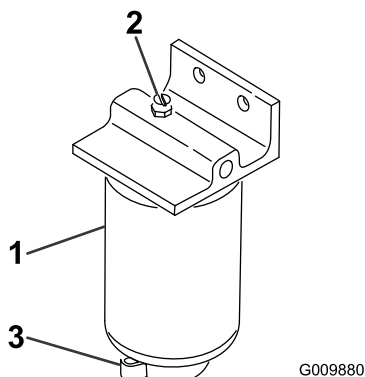

Figura 49
2. Liberte a válvula de escoamento que se encontra na zona inferior do recipiente do filtro (Figura 49).
1. Limpe a zona de montagem do recipiente do filtro (Figura 49).